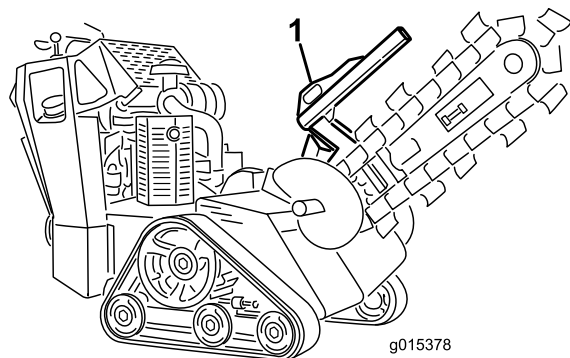
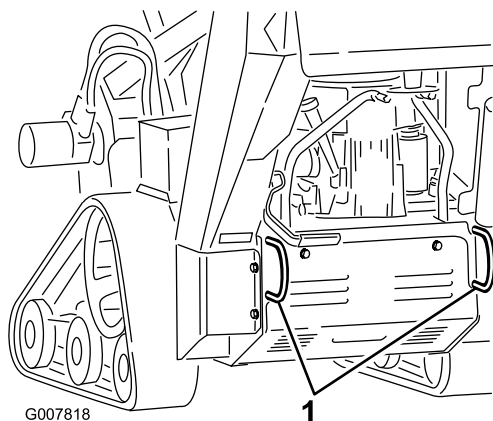

Figura 23
Figura 24
- Fissate la macchina al rimorchio con catene o cinghie utilizzando gli anelli di attacco/ sollevamento sulla parte anteriore e posteriore della macchina (Figura 23 e Figura 24). Fate riferimento alle ordinanze locali per i rimorchi e ai requisiti per i punti di attacco.
La macchina può essere sollevata utilizzando gli anelli di attacco/ sollevamento come punti di sollevamento (Figura 23 e Figura 24).